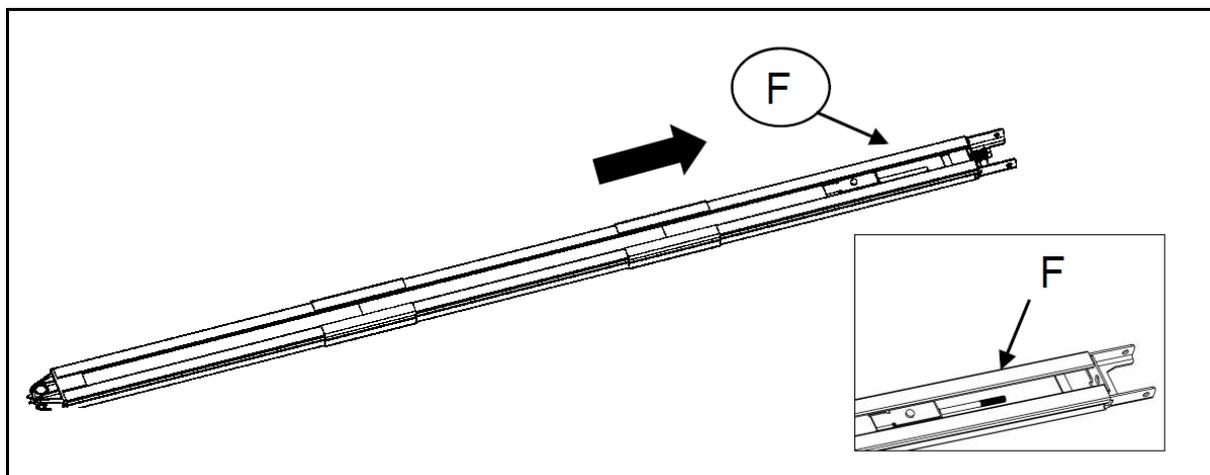

Figure 8
2. Coupez le fil en plastique ; tirez la tige de vis avec la chaîne intérieure jusqu'à la position du rail d'extrémité (Fig.8).